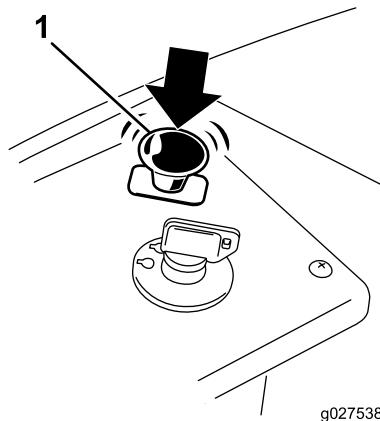

Figura 14
1. Desengate as lâminas movendo o interruptor de controlo da lâmina para Off (Figura 14).